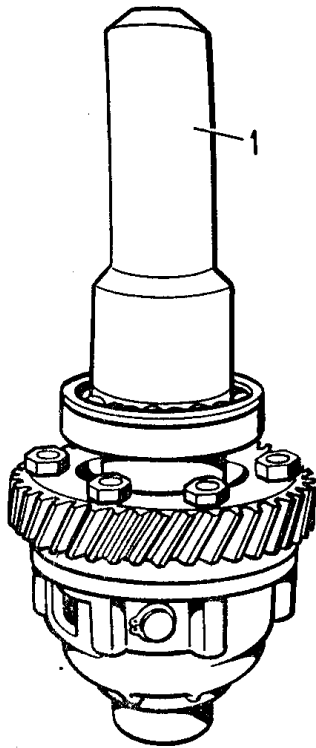

Fig. 3-48. Prensado del cojinete en el cuerpo del diferencial:
- Los cojinetes se prensan en el cuerpo del diferencial con ayuda del mandril 67.7653.9556 (véase fig.3-48);